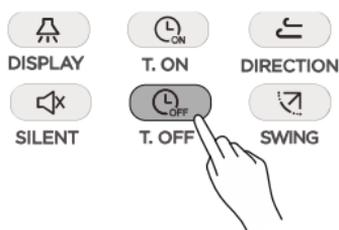

Abb. 3.15
- ② Stellen Sie den Timer durch Drücken von  oder  /  ein.
- ③ Sobald die Einstellung fertig ist, werden die Timer-Daten zur Inneneinheit gesendet.
- ① Drücken Sie  (siehe Abb. 3.15). Im Display der Fernbedienung erscheint „Timer Off“, im Timer-Feld wird „0.0h Later Off“ angezeigt. Nun stellen Sie die Zeit für das zeitgesteuerte Ausschalten ein.